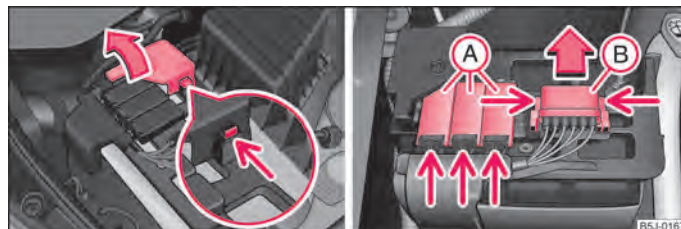

Fig. 155 Bateria: Deschiderea capacului polului plus/capacul cutiei de siguranțe
- Rabateți capatul polului plus (+) ⇒ fig. 155 - stânga.
- Apăsați elementele de fixare ale capacului suportului de siguranțe (A) ⇒ fig. 155 și deschideți capacul.
- Concomitent apăsați elementele de fixare ale capacului suportului de siguranțe (B) și împingeți capacul în sensul indicat de săgeată.
- Unele autovehicule sunt prevăzute numai cu capacul (B) ⇒ fig. 155 dreapta.